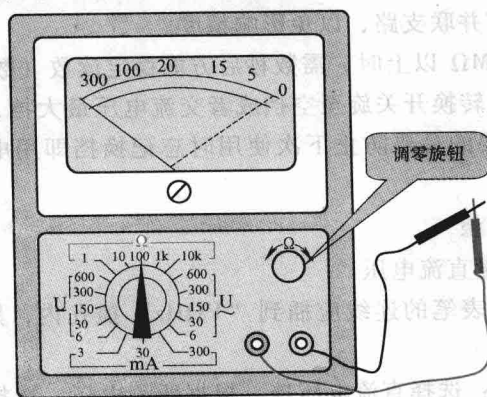

图 1-13 电阻调零检验
3) 进行调零，如图 1-13 所示，将两表笔短接，此时表针会很快指向电阻的零位附近，若表针未停在电阻零位上，则旋动下面的“ Ω ”钮（调零旋钮），使其刚好停在零位上。若调到底也不能使指针停在电阻零位上，则说明万用表电压不足，应更换新电